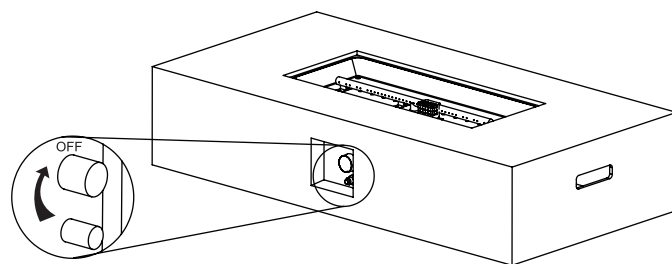

Figure 2
2. Veenduge, et gaasikontrollnupp on asendis "OFF" enne jätkamist (vt Figure 2).